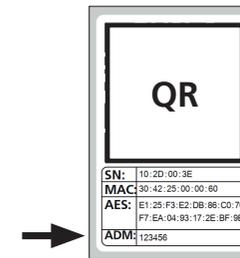

Abb. 11
**Hinweis:** Den werksseitigen Administratorcode finden Sie auf dem QR-Code Aufkleber des Motorschlusses unter der Angabe „ADM“ (Abb. 11).